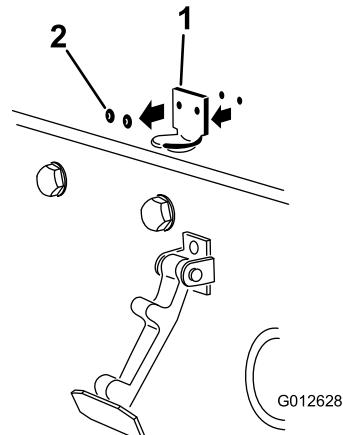

Figura 3
2. Retire os (2) rebites que prendem o suporte do trinco do capot ao capot (Figura 3). Retire o suporte do trinco do capot.